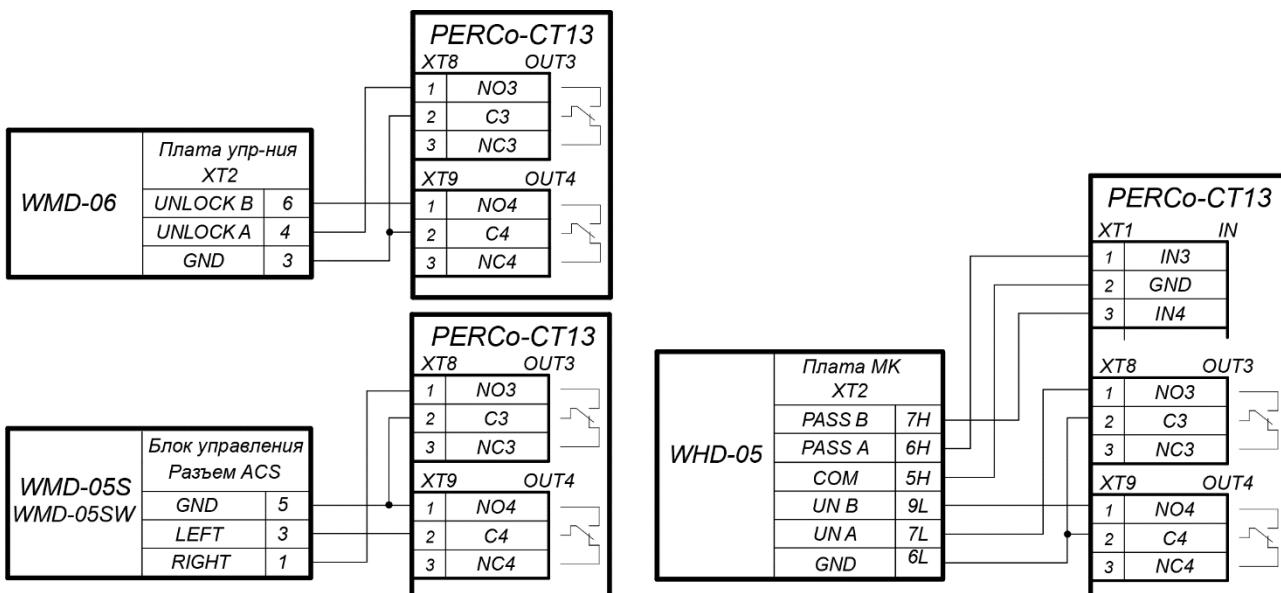

Рисунок 19. Схемы подключений калиток
- Дополнительный турникет или калитка (ИУ №2) подключается к клеммным колодкам **XT1**, **XT8**, **XT9** нижней платы контроллера в соответствии со схемой для данного типа изделия (см. рис. 19, 18).